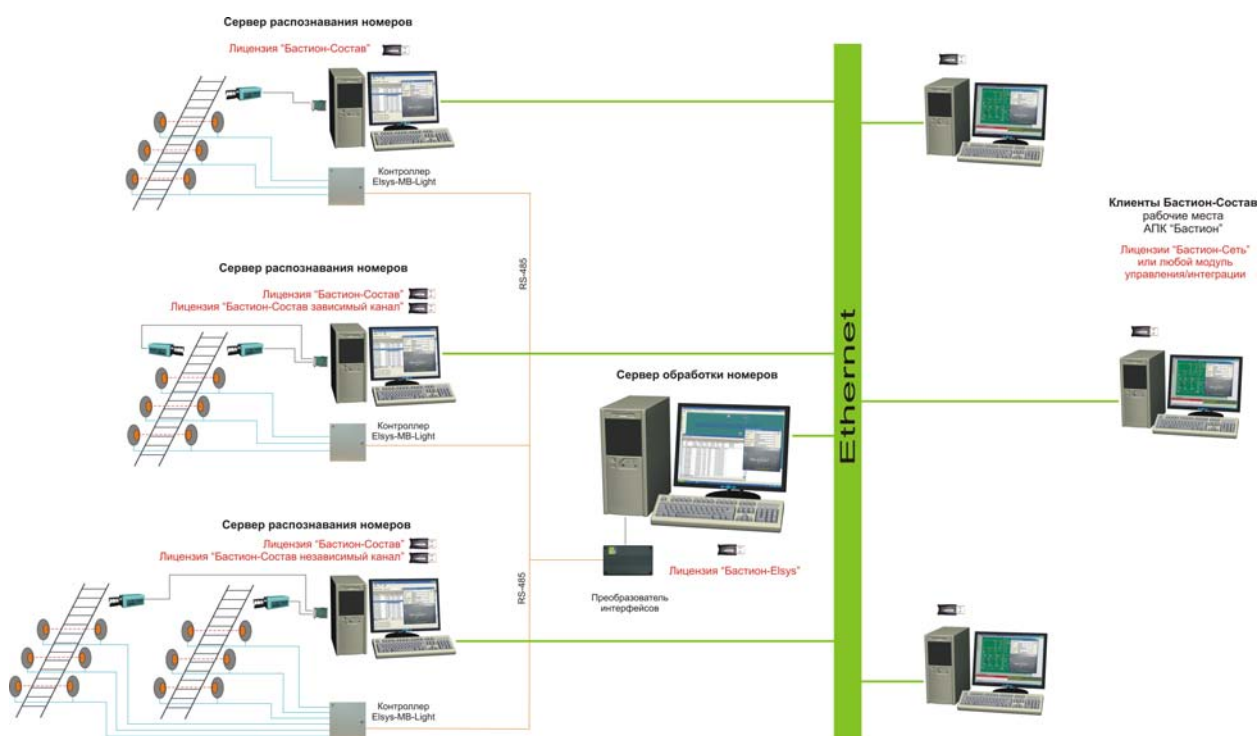

Рисунок 10.4 – Конфигурация «Бастион-Состав» с выделенными серверами распознавания и обработки номеров
**Сервер обработки** номеров в системе должен быть только **один** (рисунок 10.4).